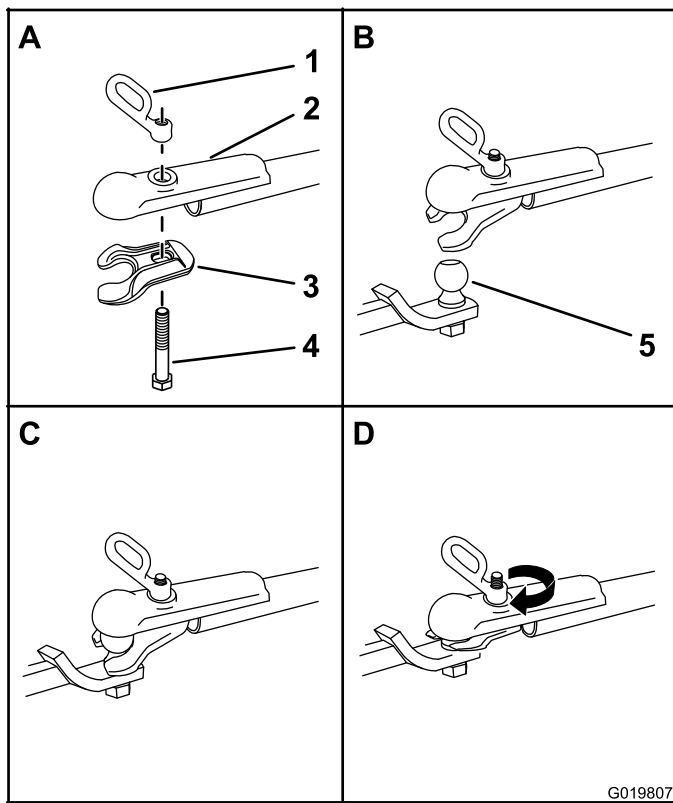

Figure 23
1. Appliquez du frein-filet sur les filetages du boulon de la tête d'attelage pour bloquer la poignée de la tête d'attelage en place (Figure 23).
- Poussez le boulon de la tête d'attelage dans la chape et le haut de la tête d'attelage, puis fixez la poignée de la tête d'attelage au boulon (Figure 23).
- Tournez la poignée de la tête d'attelage dans le sens horaire pour la visser sur le boulon jusqu'à ce qu'elle soit bien fixée (Figure 23).